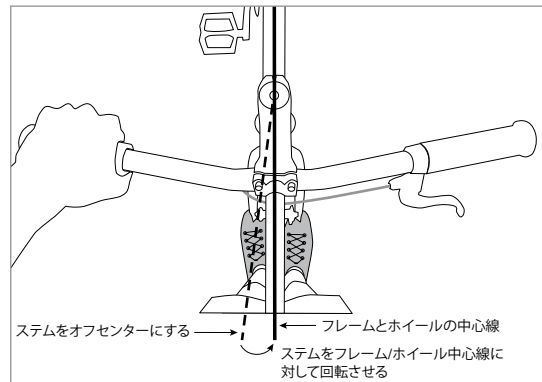

図 2
8. システムをフレーム/フロントホイールに合わせて位置を調整します (図 2)。トルクレンチと六角ビットソケットを使用して、ステムに記載されているトルクまで 2 本のステムステアラーバインダーボルトを交互に締め付けます。